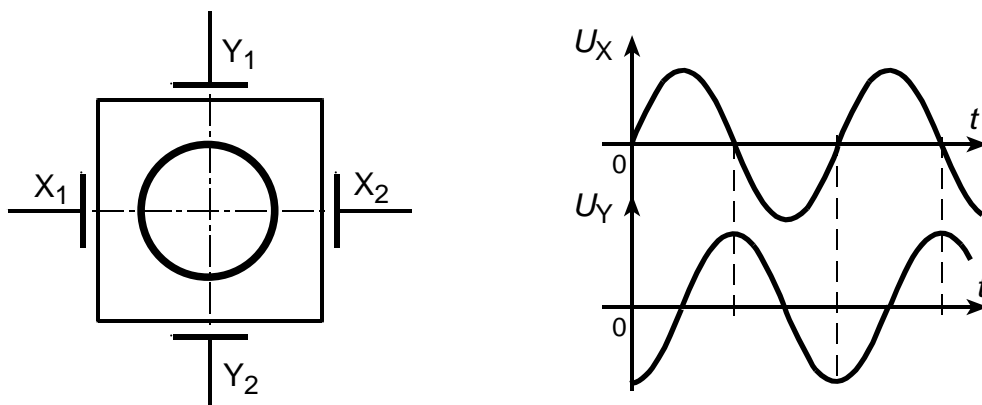

Рис. 3.5. Изображение на экране ЭЛТ при подаче на ОП сигналов с фазовым сдвигом $\pi/2$
6. При подаче на пластины синусоидальных сигналов, сдвинутых на $\pi/2$, в центре на экране отобразится окружность (рис. 3.5).